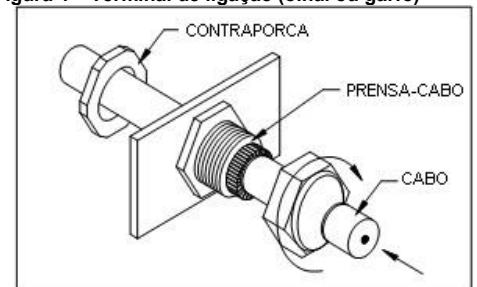

Figura 5 – Exemplo de Instalação do Prensa-Cabo
- Passos os cabos através dos prensa cabos – ver exemplo de instalação na Figura 5.